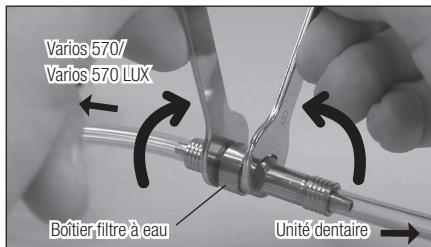

Fig.19
- 2) Montez deux clés à écrou (5x8) et tournez-les conformément à l'illustration de la Fig. 19.